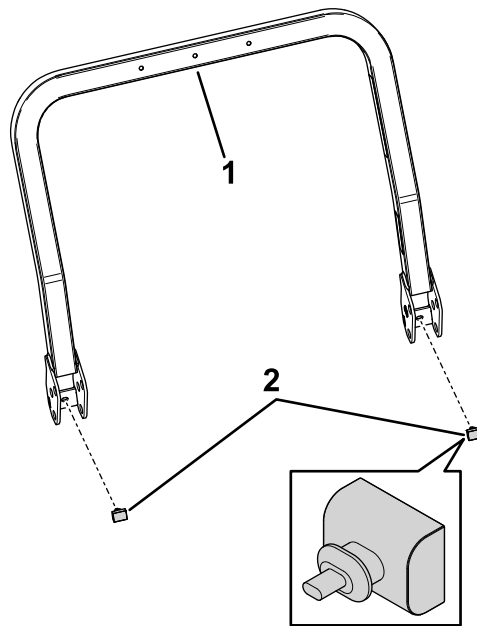

Figure 11
4. Localisez la partie supérieure tubulaire de l'arceau de sécurité. Installez 2 butées en caoutchouc (Figure 11).